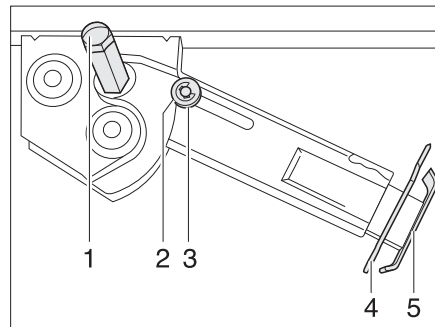

Bild 35 Hubstütze
- Am Sechskant (Bild 35,1) den Steckschlüssel aufstecken und drehen, bis die Hubstütze senkrecht nach unten steht.
- Splint (Bild 35,4) aus der Stützfußverlängerung (Bild 35,5) herausziehen.
- Am Sechskant (Bild 35,1) den Steckschlüssel aufstecken und drehen, bis die Hubstütze wieder vom Boden frei ist.
- Stützfußverlängerung (Bild 35,5) ganz einschieben und Splint (Bild 35,4) in die vorgesehene Bohrung an der Stützfußverlängerung stecken.
- Mit Steckschlüssel am Sechskant (Bild 35,1) drehen, bis Hubstütze nach oben geschwenkt und die Führungsscheibe (Bild 35,3) vollständig in die Kerbe (Bild 35,2) eingefahren ist.